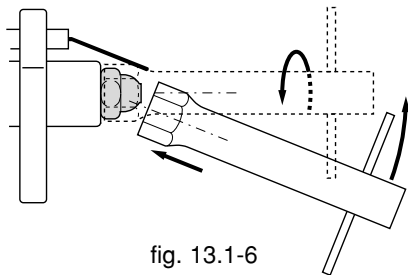

fig. 13.1-6
- smontare il cassetto di aspirazione per verificare la pulizia della ventola (e relativa sede) e verificare la pulizia della testa di combustione; pulire ed asportare le impurità da tutte le superfici aiutandosi con un pennello ed un aspirapolvere e, se necessario, sostituire l'ugello del gasolio. Per la sostituzione dell'ugello, utilizzare una chiave appropriata facendo attenzione a non rovinare gli elettrodi (fig. 13.1-6).